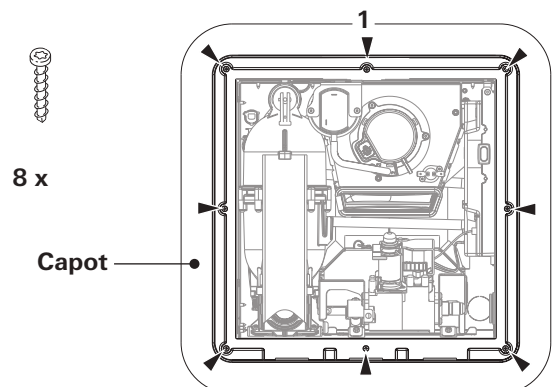

Fig. 23
- Fixez le capot à l'appareil (voir la Fig. 23) :